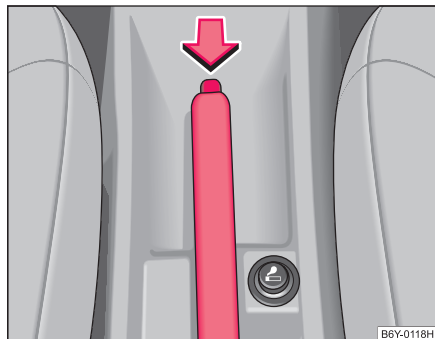

Fig. 85 Consola centrală: Frâna de staționare
- Ridicați puțin maneta frânei de staționare și apăsați în același timp butonul de blocare ⇒ Fig. 85.